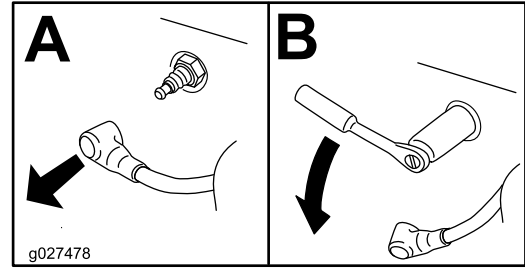

Figure 45
4. Enlevez la bougie (Figure 45).